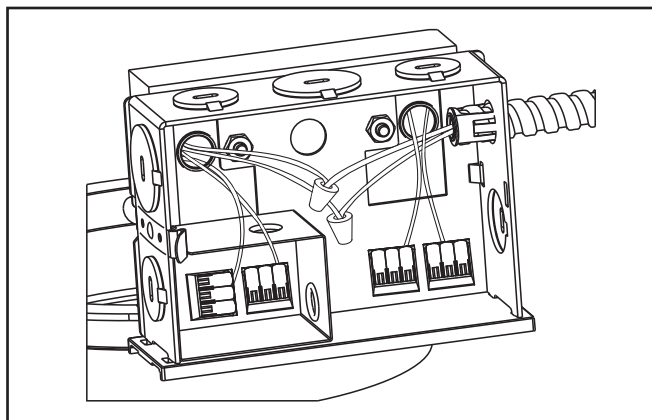

Figure 41
1. Acheminez l'alimentation électrique à la boîte de jonction (sur le cadre d'enchâssement pour plâtre) selon le Code national de l'électricité ou le code d'électricité de votre région. L'isolant du fil d'alimentation doit avoir une caractéristique nominale d'au moins 90 °C. La boîte de jonction est homologuée pour (4) conducteurs de 12 AWG (deux entrées, deux sorties) pouvant supporter une température de 90 °C et un câblage de dérivation d'alimentation pour les pilotes de type IC et de type enfichables de 120/277 V uniquement. Pour tous les autres cas (8) conducteurs 12 AWG (quatre entrées, quatre sorties) pouvant supporter une température de 90 °C et un câblage de dérivation d'alimentation de 120/277 V uniquement.
2. Retirez le couvercle de la boîte de jonction (Figure 41).